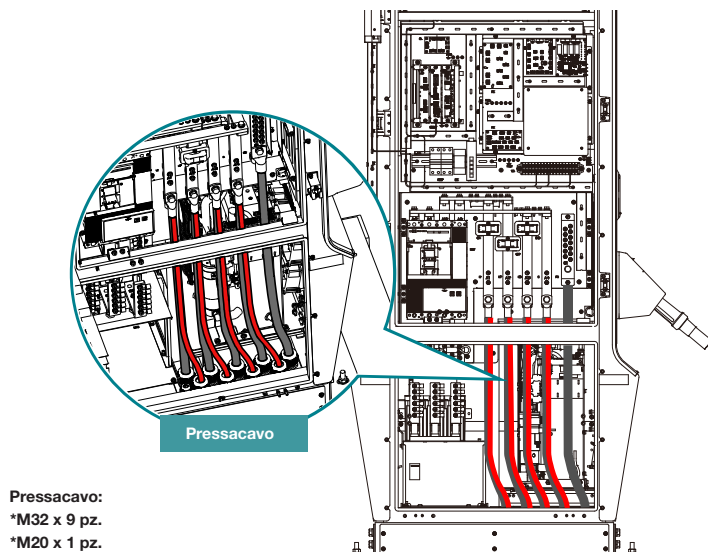

Figura 19. Collegamento dei cavi e pressacavo
1) Aprire la porta e smontare il coperchio di protezione per il cablaggio. Vedere la figura 19.
- 3) Collegare i cavi CA L1, L2, L3 e N alle sbarre (vedere la figura 19). Fissare ciascun filo e serrare gli elementi di fissaggio come da "Appendice B - Tabella dei requisiti di coppia".
- 5) Assicurarsi di disporre di un margine di flessibilità sufficiente in ciascun cavo, quindi fissare il pressacavo (se necessario) (vedere la figura 19).